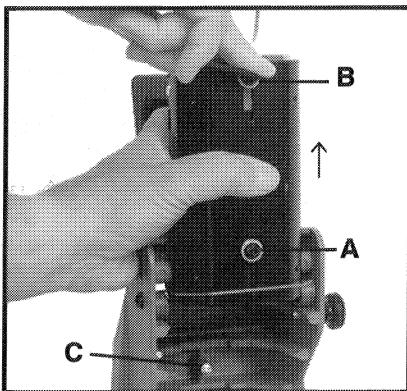

Fig. 3
5. Engagez la serrure en position BASSE avant de déplacer ou de ranger le Coupe-Poche (Pocket Cutter®). POUR ENGAGER: Abaissez le bloc-moteur contre le vis de blocage (Voir Fig. 3) et tenez-le en tournant le bouton de la serrure en sens des aiguilles d'une montre jusqu'à ce qu'il soit bien serré.
2. Penchez le bloc-moteur jusqu'à l'envers (voir Fig. 3) et tenez-le en desserrant le vis de montage au dessous (B) et en glissant le moteur jusqu'à la position de profondeur-de-coupe maximum. Serrez bien le vis de montage d'au dessous du moteur.
1. Penchez le bloc-moteur vers le haut et tenez-le en desserrant la vis de montage d'en dessous du moteur, (C) Fig. 3.